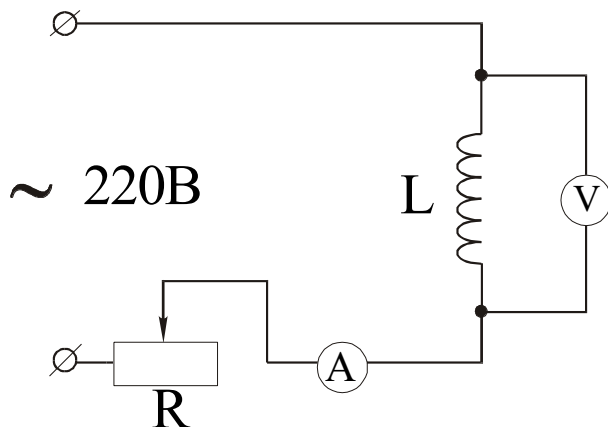

Рис.2
1. Собрать цепь по схеме рис.2:
5. Рассчитать по формуле (5) коэффициент самоиндукции L для каждого значения I и U , где $\nu = 50 \text{ Гц}$, $\omega = 2\pi\nu$.